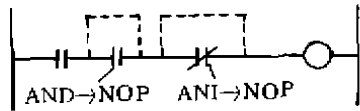

图 2-13 NOP 指令使用方法之一——短接接点
10. NOP 指令(空操作指令) 顾名思义,空操作指令使该步序作空操作。程序中加入 NOP 指令,改动或追加程序时可减少步序号的改变。用 NOP 指令替代已写入的指令,可以改变电路。NOP 指令的使用之一,见图 2-13。NOP 使用的其他方法,如短路前面全部电路或删除部分电路等使用方法不再举例。